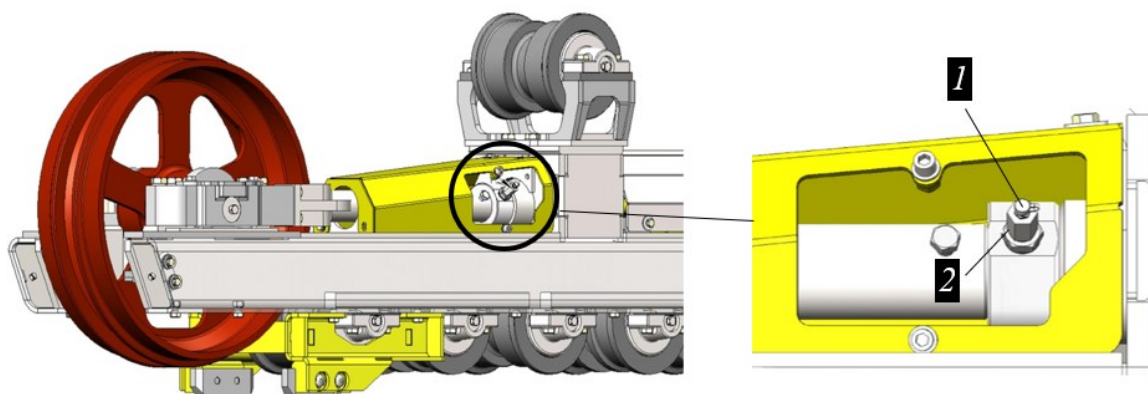

Рисунок 5.101. Место расположения пресс-маслёнки для натяжения гусеницы
- ▶ Снять пылезащитный колпачок 1 с пресс-масленки 2, рис. 5.101.
Натяжение гусениц происходит за счет перемещения поршня при заполнении внутренней полости консистентной смазкой через пресс-масленку 2, рис. 5.101 рычажно-плунжерным шприцем.
- ▶ Предварительно вывернуть пресс-масленку 2, рис. 5.101 на 1-2 оборота.
Для исключения возможных травмоопасных ситуаций запрещается при ослаблении гусеницы полностью выворачивать пресс-масленку 2, рис. 5.101 так как при этом может произойти срыв резьбы клапана и выброс смазки под большим давлением.
- ▶ Ввернуть резьбовой частью удлинитель рычажно-плунжерного шприца в пресс-масленку 2, рис. 5.101.
- ▶ Вывернуть шприц, закрыть пресс-масленку 2 пылезащитным колпачком 1, рис. 5.101.
Для ослабления натяжения гусеницы необходимо вывернуть пресс-масленку 2, рис. 5.101 не более чем на 2 оборота, лишняя смазка выдавится из-под клапана через резьбу за счет избыточного давления в гидроцилиндре, натяжение с гусеницы будет снято. Визуально гусеница провиснет на тележке в области поддерживающих катков.